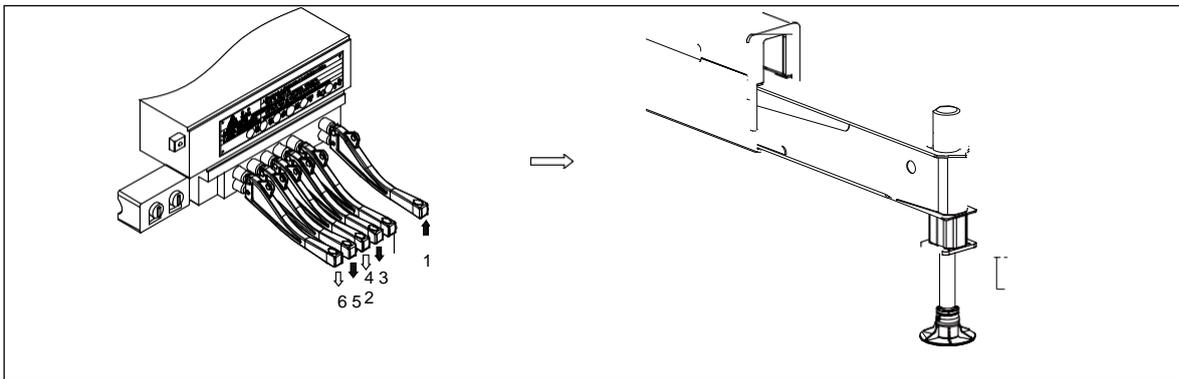

**Figura 4-24** Recolhendo a quinta patola
- a) Recolha a quinta patola (Consulte a Figura 4-24):